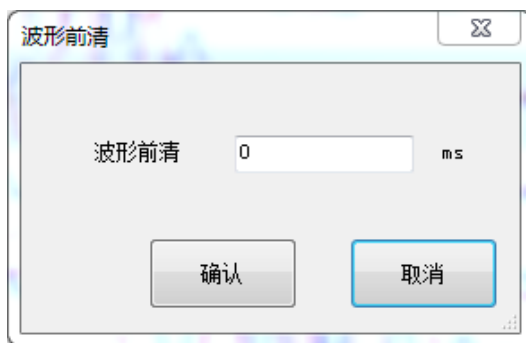

图 3-9 波形前清界面
- ①撤销：对刚完成的操作进行撤销；
- ②恢复：对刚完成的撤销进行恢复；
- ③复制：选择单个波形进行复制；
- ④粘贴：将复制的波形进行粘贴；
- ⑤波形前清：将所输入的时间值前面的杂波强制归零，如图 3-9 所示；